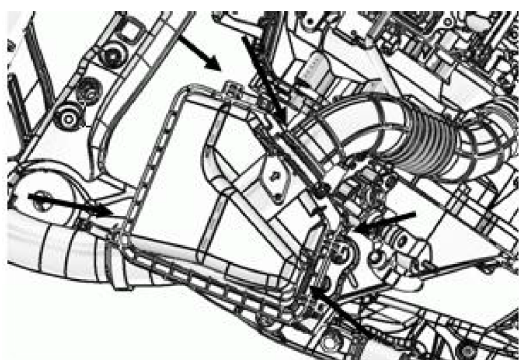

图 9
2.8.1 松开进气弯管上靠近滤清器壳体一侧的卡箍以及空气滤清器壳体上的 4 个卡扣 (如下图 9 所示), 即可取下空气滤清器上壳体和滤芯。